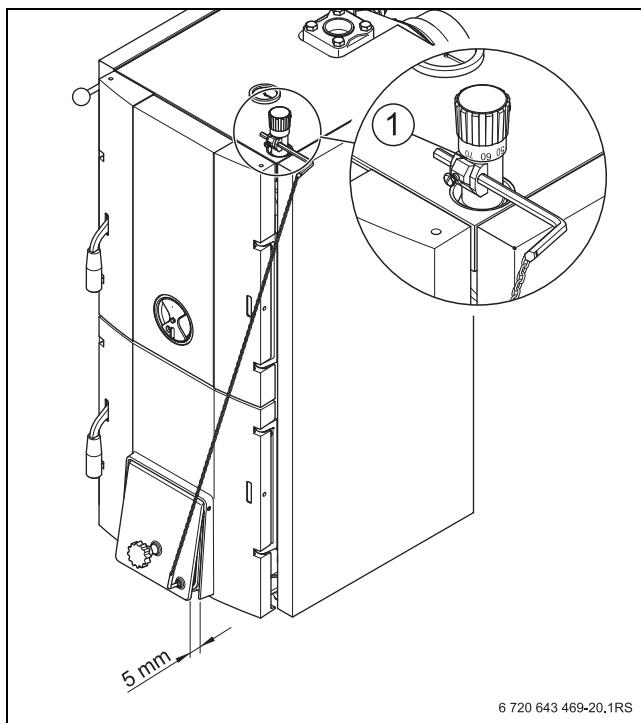

Рис. 26 Настройка регулятора горения
- Установите регулятор давления на красную метку (85°C) (\rightarrow рис. 26).